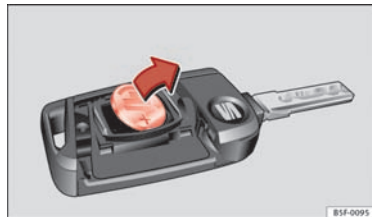

Fig. 47 Bilnøgle: udtagning af batteri
- Vip batteriet ud af batterirummet med en egnet, tynd genstand ⇒ Fig. 47.
- Sæt et nyt batteri i som vist på billedet ⇒ Fig. 47, og tryk det ind i batterirummet mod pilens retning ⇒ ②.